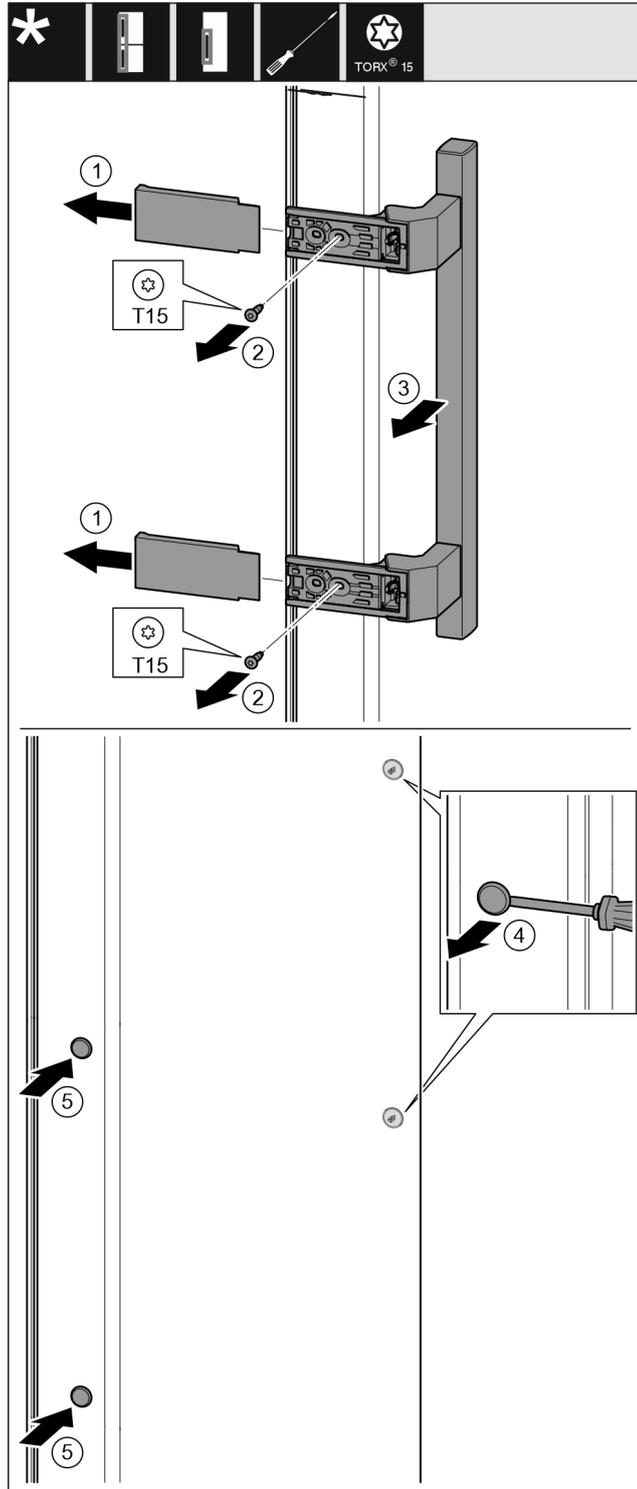

Fig. 14
- ▶ Levantar la cubierta. Fig. 14 (1)
- ▶ Desatornillar los tornillos con un destornillador Torx 15. Fig. 14 (2)
- ▶ Retirar el tirador. Fig. 14 (3)
- ▶ Levantar con cuidado el tapón lateral del electrodoméstico con el destornillador plano y sacarlo. Fig. 14 (4)
- ▶ Volver a colocar el tapón en el otro lado. Fig. 14 (5)